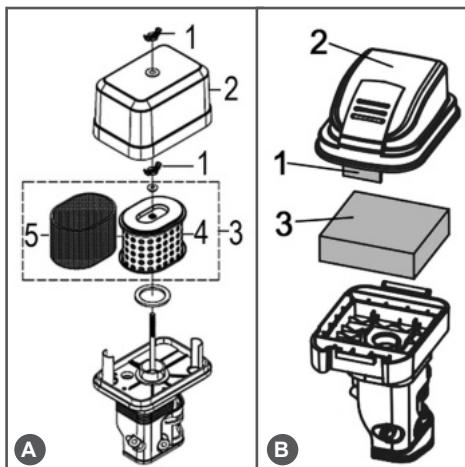

Рис. 10 Обслуживание воздушного фильтра
тра) (Рис. 10 п. 1) и снимите крышку воздушного фильтра (Рис. 10 п. 2).
- Извлеките из корпуса воздушный фильтр (Рис. 10 п. 3).
Поролоновый (предварительный) фильтрующий элемент тип «А» (Рис. 10А п. 5) установлен на корпусе бумажного фильтрующего элемента (Рис. 10А п. 4).
- При незначительном загрязнении промойте поролоновый фильтр (Рис. 10А п. 5 и Рис. 10В п. 3) теплым мыльным раствором и просушите. Поврежденный или сильно загрязненный поролоновый фильтр замените.
- Воздушный фильтр тип «В» - поролоновый (Рис. 10В п. 3) смочите специальным или чистым моторным маслом, после чего отожмите излишки масла.
Бумажный фильтрующий элемент (Рис. 10А п. 4) не подлежит очистке, необходима его замена. Не продувайте бумажный фильтрующий элемент сжатым воздухом, не промывайте его в бензине и других растворителях. Эксплуатация двигателя с грязным или поврежденным воздушным фильтром, или без воздушного фильтра приведет к попаданию грязи и пыли в карбюратор и двигатель, что в свою очередь, станет причиной его быстрого износа. Двигатель в этом случае не подлежит ремонту по гарантии.